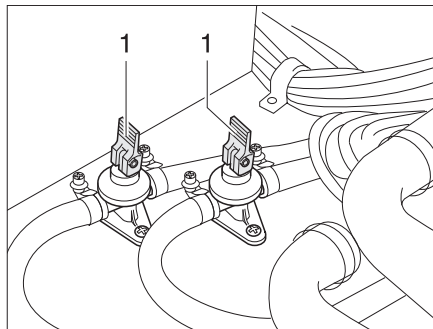

Fig. 119 Llaves de desagüe
- Cerrar las llaves de desagüe. Colocar para ello los balancines (Fig. 119,1) en posición horizontal.
- Abrir las llaves de desagüe (Fig. 119). Colocar para ello los balancines (Fig. 119,1) en posición vertical. La caldera se vacía hacia fuera a través de las llaves de desagüe.